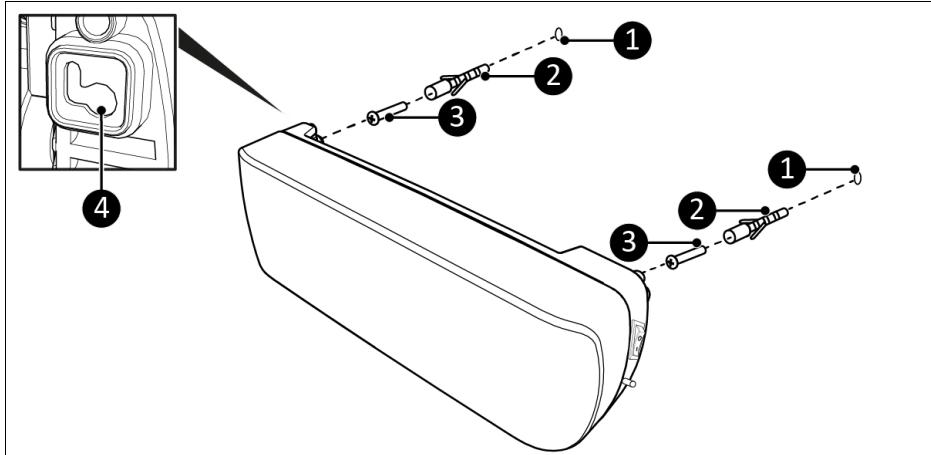

Abbildung 7
4. Bohren Sie zwei 10-mm-Löcher im horizontalen Abstand von 39,8 cm an der gewünschten Stelle (Abbildung 7, Pos. 1).
5. Führen Sie die Dübel in die Löcher ein (Abbildung 7, Pos. 2).
6. Drehen Sie die Schrauben fest in die Dübel ein (Abbildung 7, Pos. 3). Stellen Sie sicher, dass die Schrauben 10 mm herausragen.
7. Platzieren Sie die Aufhängeösen auf der Rückseite des Geräts über den Schrauben in der Wand (Abbildung 7, Pos. 4).